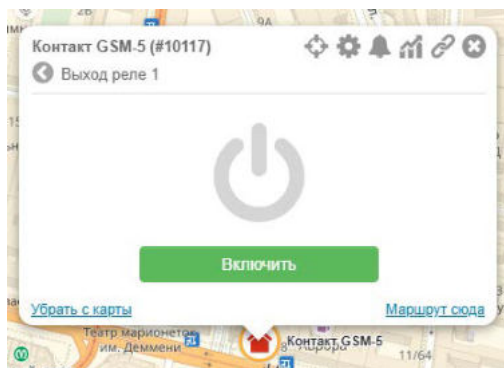

Рисунок 44. Включение выхода
- Для управления выходом нажмите кнопку ➤ напротив нужного выхода. В появившемся окне нажмите кнопку **Включить** (рис. 44). Выбранный выход будет включен.